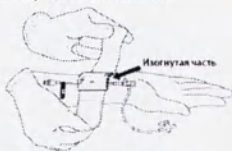

Рисунок 1.
3. Если у пациента широкое запястье или кисть, можно использовать дополнительную манжету (поставляется в комплекте) для размещения PreludeSYNC DISTAL (РИСУНОК 1).